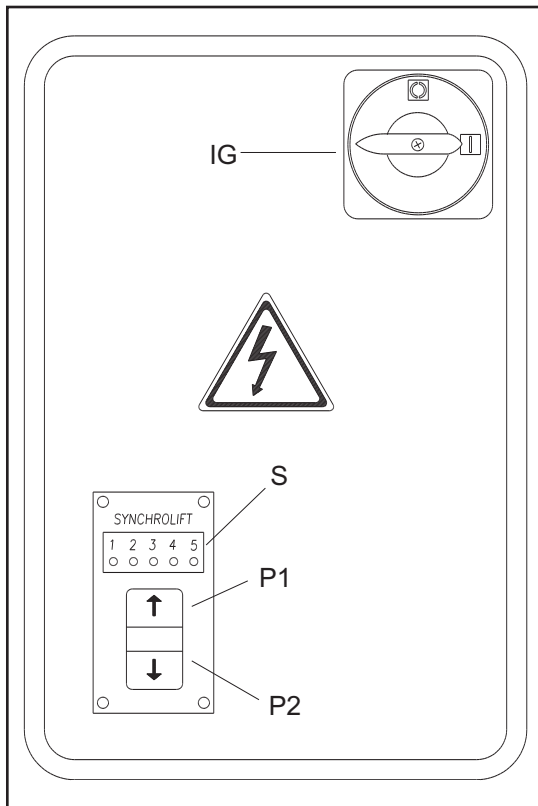

Fig.53 Abb.53
4) Chiudere il coperchio del quadro elettrico, ruotare l'interruttore 4enerale (IG, Fig.53) in posizione 1, premere il pulsante di salita (rif.P1, Fig.53) e, in caso di discesa dei carrelli, invertire tra loro 2 fasi dell'alimentazione.
4) Close the electric panel, set the master switch (ref "IG" in fig. 53) to position 1, then press the LIFT button (ref.P1 in Fig.53); if the carriages descend, invert 2 of the power lines.
4) Refermer la porte du coffret électrique, tourner l'interrupteur (IG, fig. 53) sur la position 1 et actionner le poussoir de montée (rep. P1, fig. 53). En cas de descente des chariots, inverser deux des fils de l'alimentation électrique.
4 - Den Deckel der Schalttafel schließen, den Hauptschalter (QS1, Abb. 53) auf 1 stellen, den Aufstiegsdruckknopf (Vgl. SB-S, Abb. 53) betätigen und -falls die Schlitten absteigen sollten- die beiden Speisephasen umkehren.
4) Cerrar la tapa del panel eléctrico, girar el interruptor general (IG, Fig. 53) en posición 1, pulsar el botón de subida (ref. P1, Fig. 53) y, en caso de bajada de los carros, cambiar las dos fases de la alimentación.
5) Controlar que los finales de carrera funciones correctamente, pulsándolos manualmente (Fig. 52 - Fig. 53).
Die Hebebühne verfügt über folgende Steuerungen (abb.53) :
Il **SYNCHROLIFT** è un sistema di rilevamento e gestione dati elettronico per il livellamento automatico dei due carrelli. Due sensori montati sulle pulegge dei motori rilevano eventuali anomalie ed un circuito elettronico nel quadro comandi provvede ad apportare tutte le correzioni possibili per riportare in parità i carrelli. Nel caso in cui i carrelli non possono essere corretti, viene bloccato il ponte e segnalata l'anomalia all'operatore. Le segnalazioni, date dai led sul pannello (rif. S in fig.53) possono essere le seguenti:
SYNCHROLIFT is an electronic detection and data management system for automatic levelling of the two trolleys. Two sensors fitted on the motor pulleys detect any faults, and an electronic circuit on the control board enables all the corrections possible for synchronizing the level of the trolleys. If no connection is possible, the lift is blocked and the trouble is signalled. A series of LEDs on the front panel (ref. S, Fig. 53) give the following indications:
SYNCHROLIFT est un système de mesure et de gestion électronique pour le maintien à niveau automatique des chariots. Deux capteurs fixés sous les poulies des vis détectent les anomalies et un dispositif électronique dans le coffret de commande se charge d'apporter toutes les corrections possibles pour remettre les deux chariots au même niveau. En cas d'impossibilité de remise à niveau l'élévateur est arrêté et l'anomalie signalée à l'opérateur. Les indications fournies par les LEDs situées en façade (réf. S, fig. 53), peuvent être les suivantes:
Der **SYNCHROLIFT** ist ein elektronisches Datenaufnahme- und Leitungssystem, das die Schlittenniveellierung kontrolliert. Zwei auf den Tragscheiben montierten Sensoren lesen die mögliche Anomalie, und ein elektrischer Stromkreis in dem Schalttafel verursacht alle die mögliche Verbesserungen, um die Schlitten zu niveellieren. Wenn gibt es keine Möglichkeit die Schlitten zu niveellieren, die Hebebühne wird blockiert worden, und die Anomalie dem Bediener signalisiert. Die durch Led gegebene Signale (Vgl. S, Abb.53) sind: